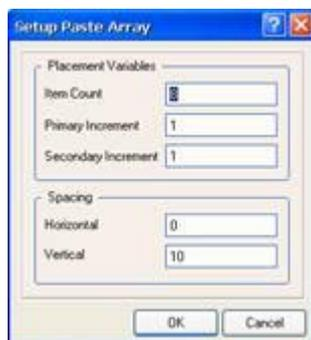

图 4-39 阵列式粘贴对话框
- 执行菜单命令 View/Toolbars/Drawing，打开画图工具栏，单击画图工具栏中的按钮，将弹出 Setup Paste Array（阵列式粘贴）对话框，如图 4-39 所示。